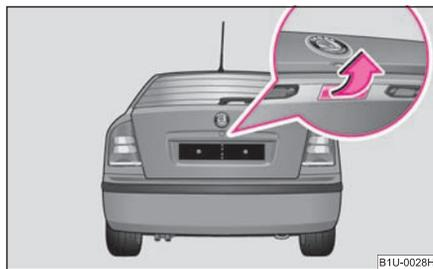

Fig. 39 Poignée de la malle arrière
Lors de l'ouverture et de la fermeture **toutes** les portes sont déverrouillées ou verrouillées en même temps par la condamnation centrale. La malle arrière est déverrouillée lors de l'ouverture. Elle peut être ouverte en appuyant sur la poignée au-dessus de la plaque d'immatriculation ⇒ page 42, fig. 39.
- Appuyez sur la poignée ⇒ fig. 39 et faites simultanément remonter la malle arrière.